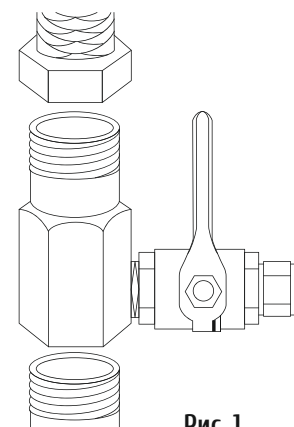

Рис. 1
2) Установите хромированный переходник между гибким шлангом смесителя и трубопроводом подачи холодной воды. Будьте осторожны, чтобы не повредить резьбовые соединения (Рис.1).